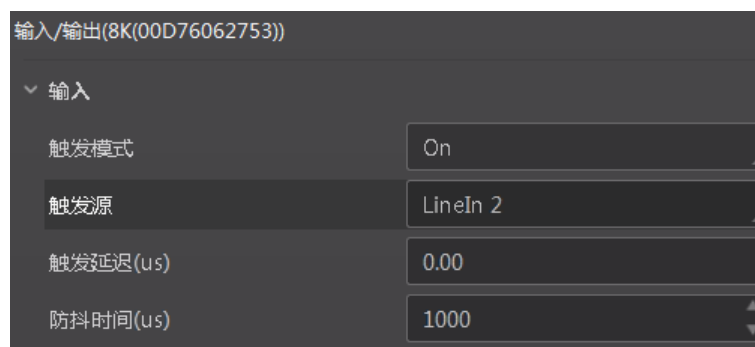

图3-18 防抖时间设置
4. 当触发源选择 LineIn 0/1/2 时，除设置触发延迟参数外，还需要设置防抖时间，对输入的触发信号进行去抖处理，如图 3-18 所示。